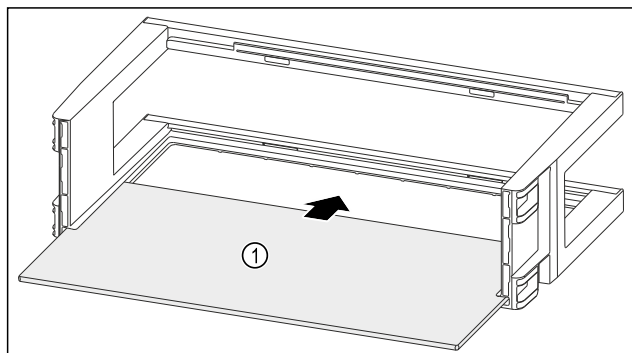

Fig. 113
- Abstellfläche Fig. 113 (1) in die seitlichen Einsparungen einschieben.